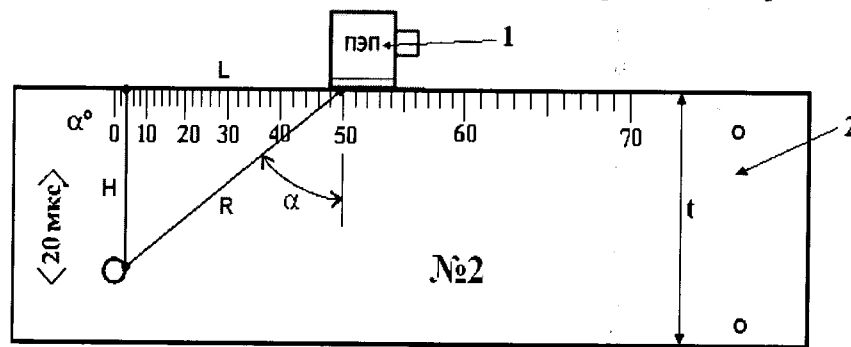

Рисунок 9 - Определение координат дефекта при наклонном прозвучивании.
- установить преобразователь на поверхность контрольного образца №2, обработанную контактной жидкостью (Рисунок 9);